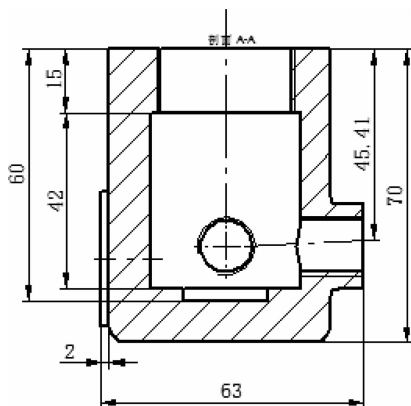

图 9-228 主视图简单尺寸标注完成
(1) 工程图中的【标注】和零件图中的【标注】有很大的相似之处，单击【主页】菜单栏中的【尺寸】菜单下的  【智能尺寸】按钮，首先标注视图中的简单尺寸。
(2) 主视图中简单尺寸标注完成后如图 9-228 所示。